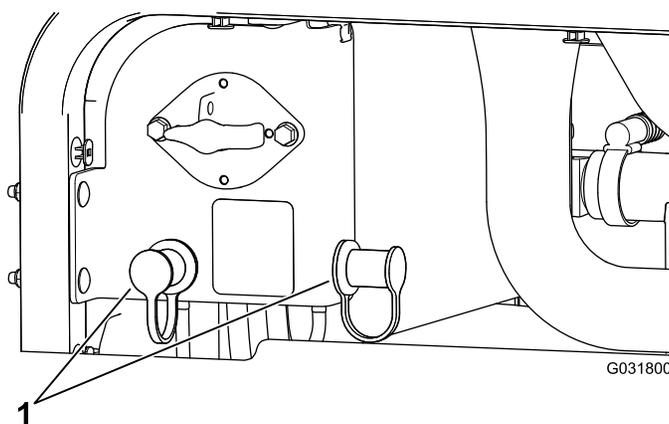

Рисунок 114
3. Снимите крышки со штырей запуска от внешнего источника (Рисунок 114).
- Снимите крышки со штырей запуска от внешнего источника (Рисунок 114).